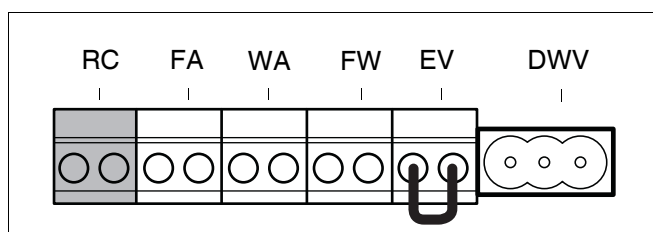

Fig. 26 Morsettiera – unità di servizio ambiente RC e bus EMS (colore collegamento arancione)
- Collegare il dispositivo di regolazione Logamatic RC20, RC35 o il dispositivo di regolazione a cascata Logamatic 4121, 4122 al morsetto arancione RC (fig. 26). Utilizzare un cavo elettrico bipolare da 0,4 – 0,75 mm².